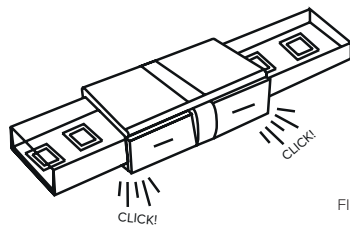

FIG 12.
13. Knijp de kop van de connector dicht, totdat deze dichtklikt. Gelieve hiervoor te gebruiken: art nr. 904010 krimptang voor connectoren (zie fig 12).